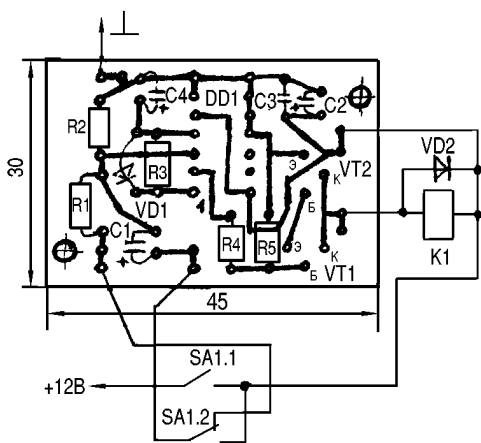

рис. 5
Печатная плата устройства показана на рис. 5.
2. В статье С.М. Мухлынина "Устройство управления электроприборами" (РА 10/2001, с.37) по вине автора на рис.5 неправильно указана микросхема. ИМС DD1 должна быть серии КР512ПС10.